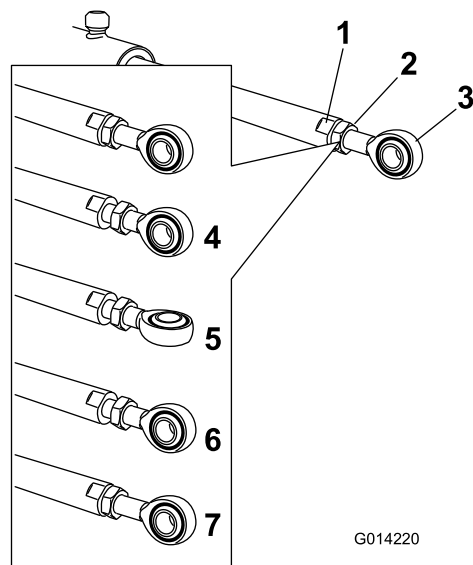

Figura 35
5. Coloque una llave plana sobre las zonas planas del émbolo del actuador para inmovilizarlo, luego afloje la contratuerca para poder manipular la varilla de ojal (Figura 35).
6. Gire la varilla de ojal en el émbolo del actuador para acortar o alargar el actuador extendido a la posición deseada (Figura 35).